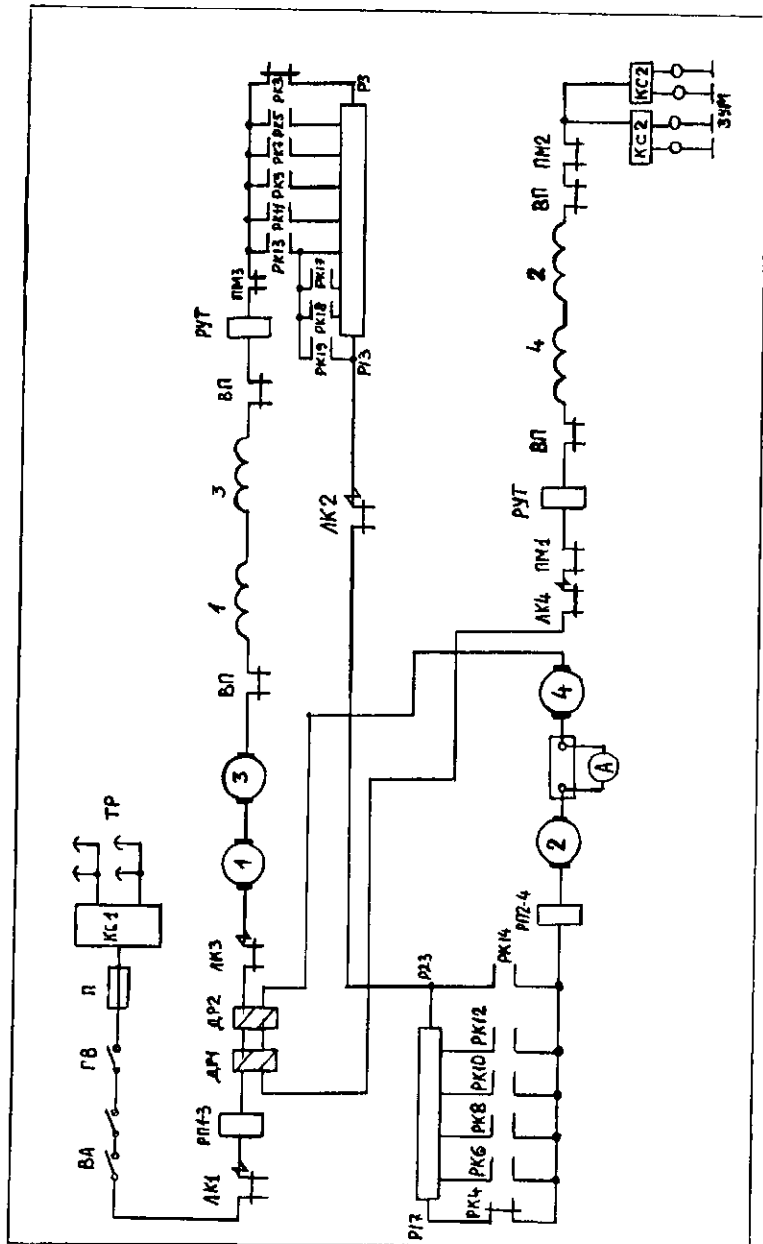

Рис. 112 Силовая схема электрических цепей при последовательном соединении двигателей. Режим - ХОД 2.
Соответствует положению главной рукоятки КВ "ХОД-2". При этом вал РК начинает вращение с 1 - 17 позиции и после перехода на параллельное соединение с 17 (20) по 5 (32) позицию в обратном направлении. ( Работа силовой схемы на положении "ХОД-2" представлена на Рис. 112 ).
На 14-й позиции РК заканчивается вывод пусковых реостатов. На 15, 16, 17, 18 позициях все сопротивления из цепи двигателей выведены, замкнуты КЭ РК - РК13, РК14, РК18, РК19 (Рис. 112).